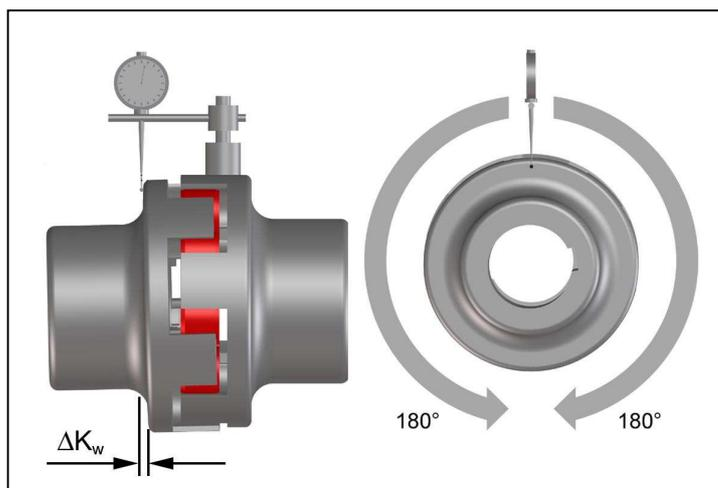

Bild 6
- Vermessen Sie stirnseitig eine ganze Umdrehung (360°) am äußeren Durchmesser. Ermitteln Sie dabei die größte Abweichung K_{w1} sowie die kleinste Abweichung K_{w2} (Bild 6). Berechnen Sie die Winkelverlagerung $\Delta K_w = K_{w1} - K_{w2}$.